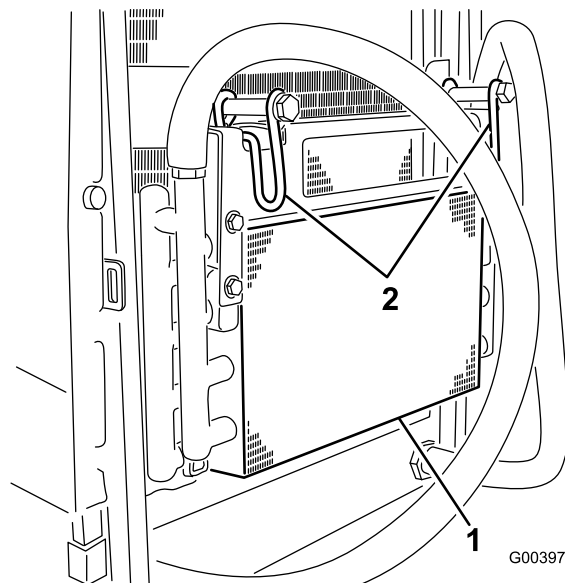

Figura 52
6. Gire el cierre hacia dentro para liberar el enfriador de aceite (Figura 52).